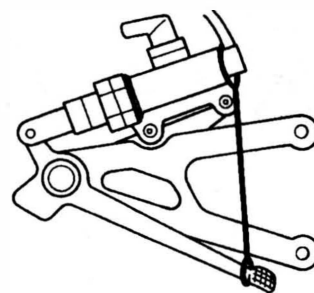

図1 取付け例
- ・ジョイント⑰は走行後洗浄、注油し、摩耗ガタが大きくなってきたら交換して下さい。
- ・⑳ロッド、ギヤシフトリンクは必ず左右のジョイントにネジ部分が5mm以上かかった状態で使用して下さい。
- ・左右共⑧ボルト、フットレストはネジロック中固着用（スリーポンド1342等）を塗布後締め付けて下さい。
- ・プレーキペダルにはリターン用のゴムを取り付けて下さい。（リターン用のゴムはOリング、タイヤチューブ等で自作して下さい。） - 図1